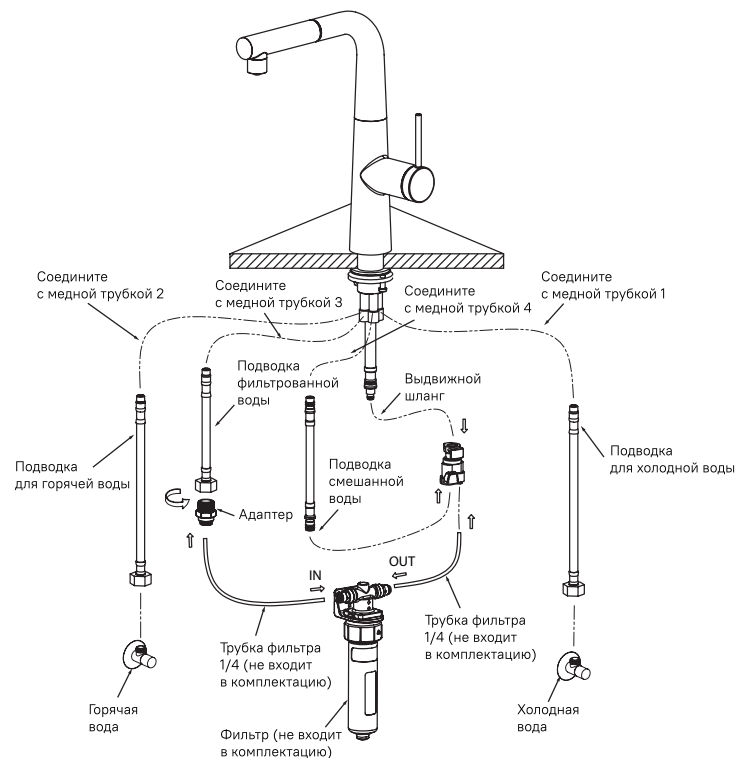

Рис. 1
- Соедините подводку для холодной воды под №1 с медной трубкой №1 (рис. 1).
- Соедините подводку для горячей воды под №2 с медной трубкой №2 (рис. 1).